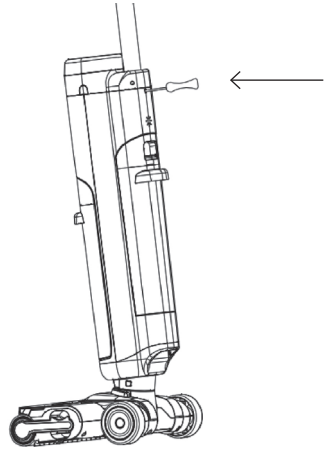

Fig. 3
- Para usar la base de carga y limpieza, primero inserte el soporte para guardar los accesorios y, a continuación, conéctela a una toma de corriente doméstica. (FIG.3)